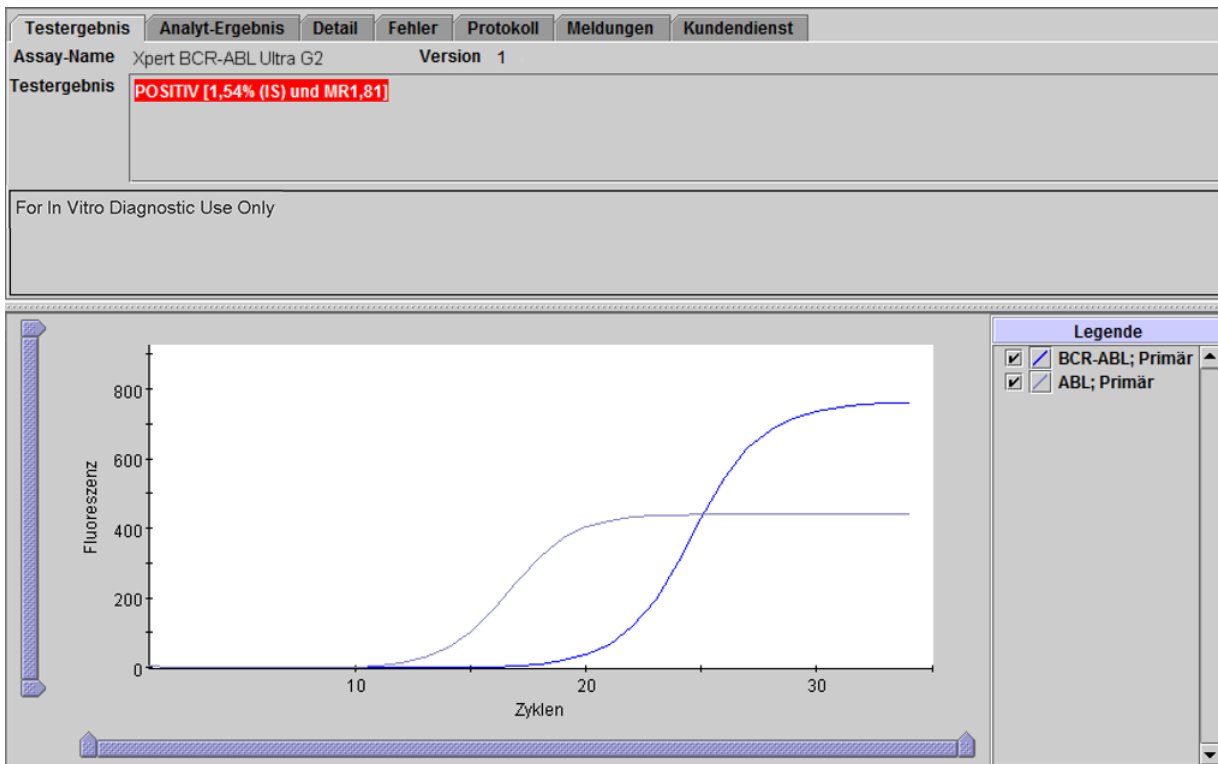
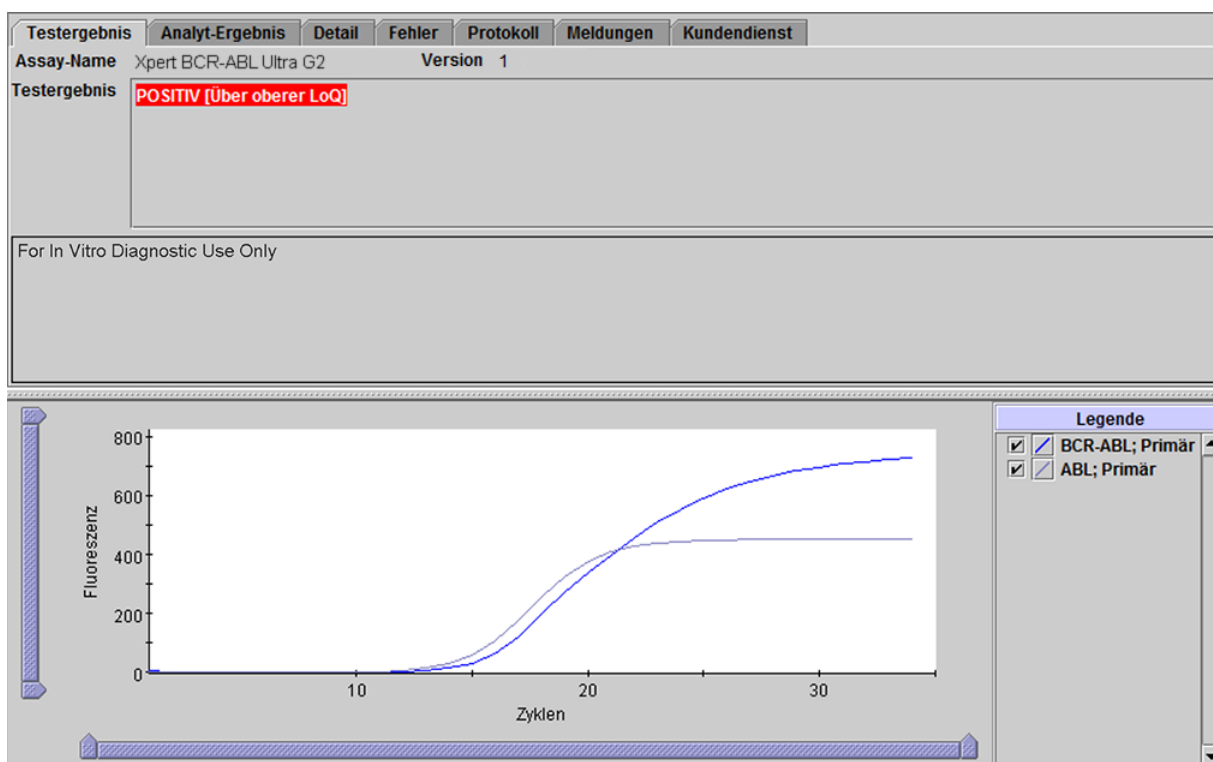
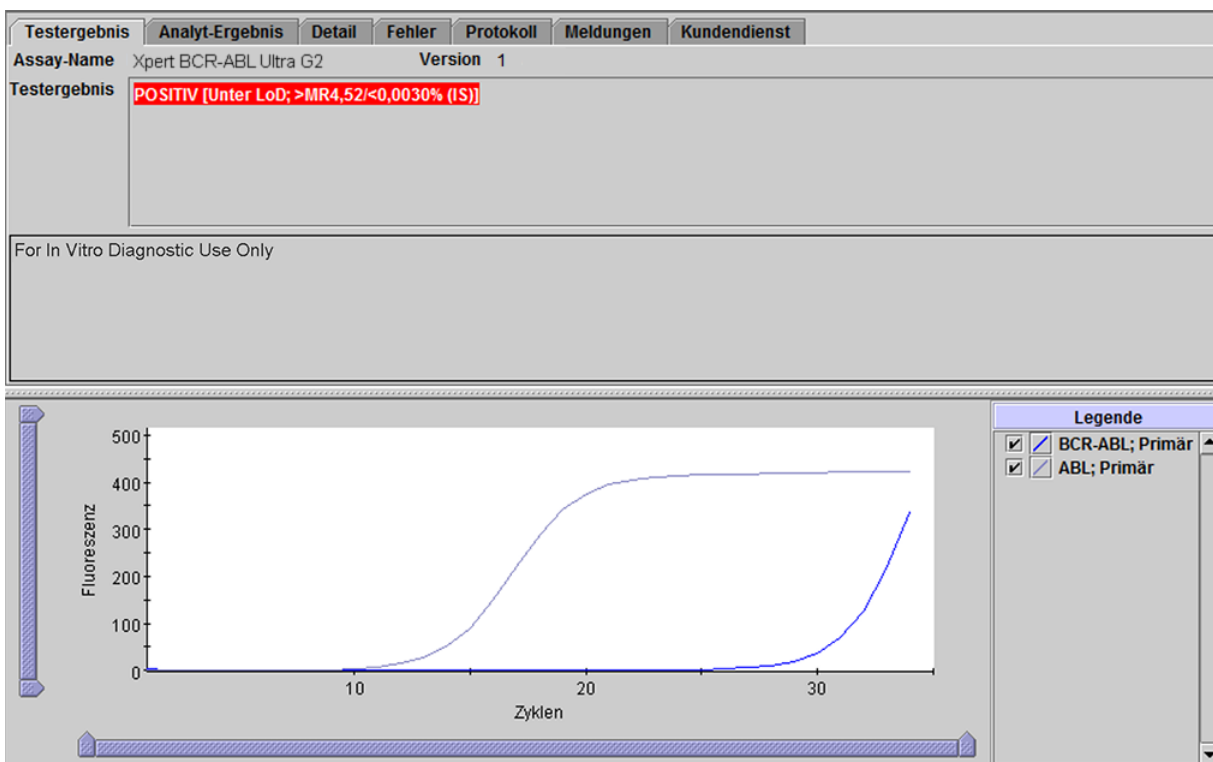

Abbildung 2. Fenster „Ergebnisse anzeigen (View Results)“ von GeneXpert Dx: POSITIV [1,54% (IS) und MR1,81]
Abbildung 3. Fenster „Ergebnisse anzeigen (View Results)“ von GeneXpert Dx: POSITIV [Über oberer LoQ]
Abbildung 4. Fenster „Ergebnisse anzeigen (View Results)“ von GeneXpert Dx: POSITIV [Unter LoD; >MR4,52/<0,0030% (IS)]
<p>POSITIV (POSITIVE)</p> <p>Siehe Abbildung 2, Abbildung 3, Abbildung 4</p>	<p>BCR-ABL-Transkript wurde nachgewiesen.</p> <ul style="list-style-type: none"> BCR-ABL POSITIV (POSITIVE) – BCR-ABL-Transkript wurde nachgewiesen und weist einen Ct-Wert (Cycle threshold, Schwellenwert-Zyklus) innerhalb des gültigen Bereichs und einen Endpunkt oberhalb des eingestellten Schwellenwerts auf. Mögliche positive Ergebnisse: <ul style="list-style-type: none"> POSITIV [#.,##% (IS) und MR#,##] (POSITIVE [#.,##% (IS) and MR##.##]); Abbildung 2. POSITIV [Über oberer LoQ] (POSITIVE [Above upper LoQ]); Abbildung 3. POSITIV [Unter LoD; >MR4,52/<0,0030% (IS)] (POSITIVE [Below LoD; >MR4.52/<0.0030% (IS)]); Abbildung 4. ABL BEST. (PASS); ABL-Transkript wurde nachgewiesen und weist einen Ct-Wert (Cycle threshold, Schwellenwert-Zyklus) innerhalb des gültigen Bereichs und einen Endpunkt oberhalb des eingestellten Schwellenwerts auf. Wenn der ABL-Ct-Wert unter 18 liegt, lagen mindestens 32.000 ABL-Kopien in der Reaktion vor.^{17,18} Sondenprüfung BEST. (PASS); alle Ergebnisse der Sondenprüfung waren erfolgreich.
Ergebnis: **POSITIV [1,54% (IS) und MR1,81] (POSITIVE [1.54% (IS) and MR1.81])**. Siehe Abbildung 2.
Ergebnis: **POSITIV [Über oberer LoQ] (POSITIVE [Above upper LoQ])**. Siehe Abbildung 3.
Ergebnis: **POSITIV [Unter LoD; >MR4,52/<0,0030% (IS)] (POSITIVE [Below LoD; >MR4.52/<0.0030% (IS)])**. Siehe Abbildung 4.